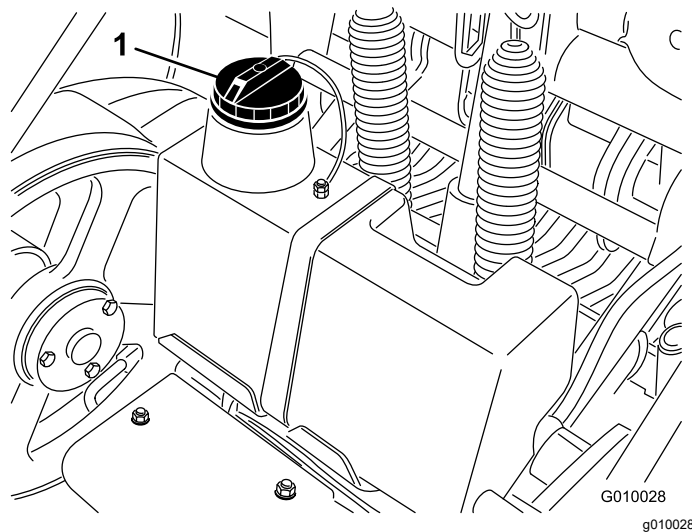

Рисунок 62
3. Очистите зону вокруг заливной горловины и крышки гидравлического бака (Рисунок 62). Снимите крышку с заливной горловины.